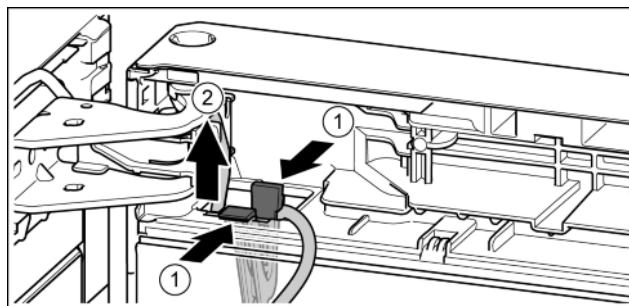

Fig. 21
- ▶ Притисніть накладку. Fig. 21 (1)
- ▶ Витягніть тримач кабелю із зафіксованим в ньому кабелем. Fig. 21 (2)